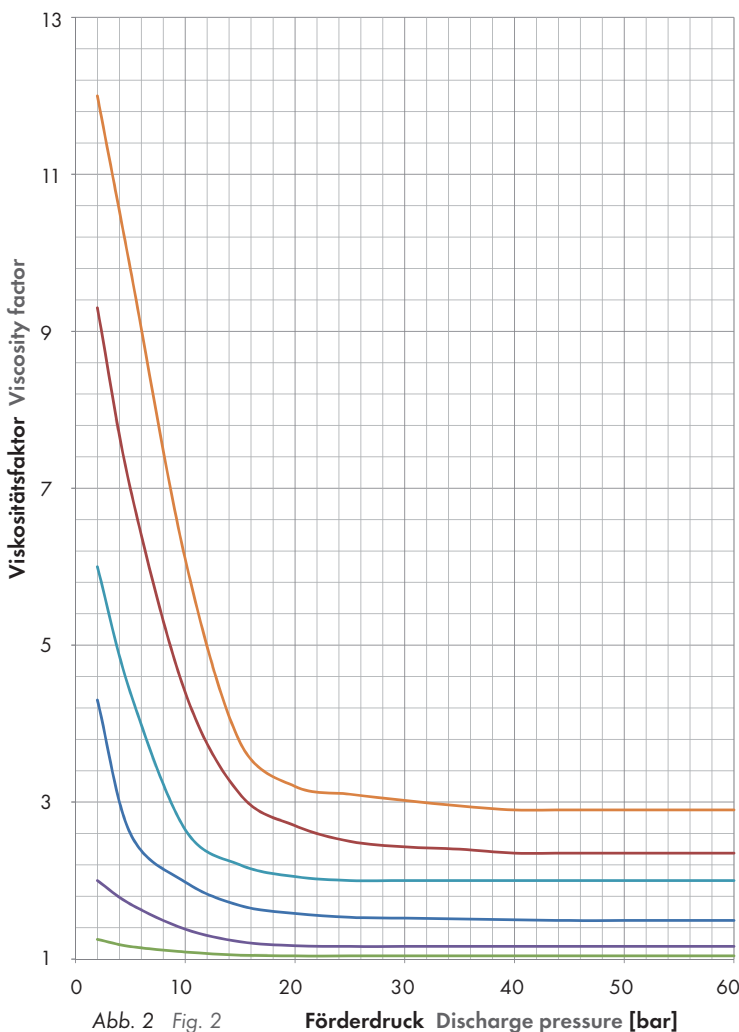

Abb. 2 Fig. 2
- $f_v$  = Viskositätsfaktor [s. Abb. 2]
- $f_v$  = Viscosity factor [see Fig. 2]
$f_v = 1,6$  (Abb. 2/Fig. 2);  $n = 100 \text{ min}^{-1}$  (s. S. 18/see page 18)